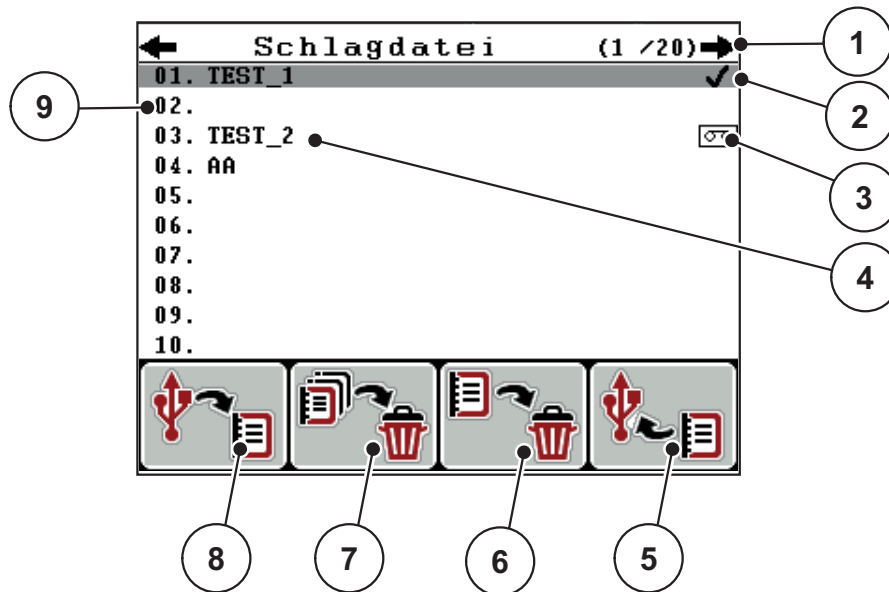

Bild 4.26: Menü Schlagdatei
2. Funktionstaste **F1** drücken (Siehe Bild 4.26).
2. Funktionstaste **F4** drücken (Siehe Bild 4.26).
3. Funktionstaste **F3** unter dem Symbol **Löschen** drücken (Siehe Bild 4.26).
2. Funktionstaste **F2** unter dem Symbol **Alle löschen** drücken (Siehe Bild 4.26).